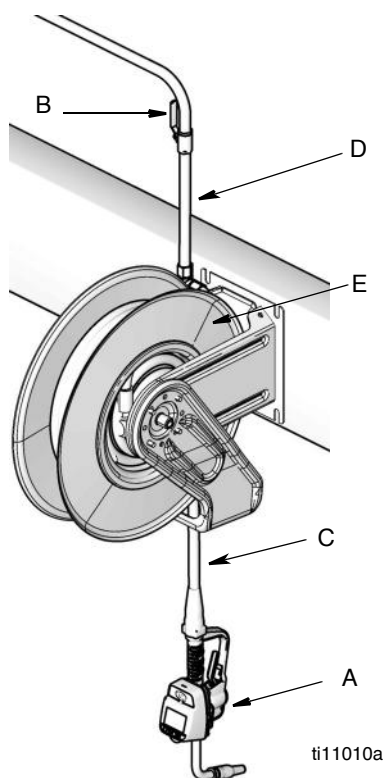

Рис. 13
Стандартные установки (Рис. 13)
Стандартные установки, изображенные на Рис. 13, являются ориентировочными. Они не являются проектом реальной системы. За помощью в разработке системы, отвечающей вашим требованиям, обращайтесь к своему дистрибьютору Graco.
2. Закройте жидкостный запорный клапан (В, Рис. 13).
1. Закройте жидкостной запорный клапан (В, Рис. 13 на стр. 11) на каждой раздаточной позиции.